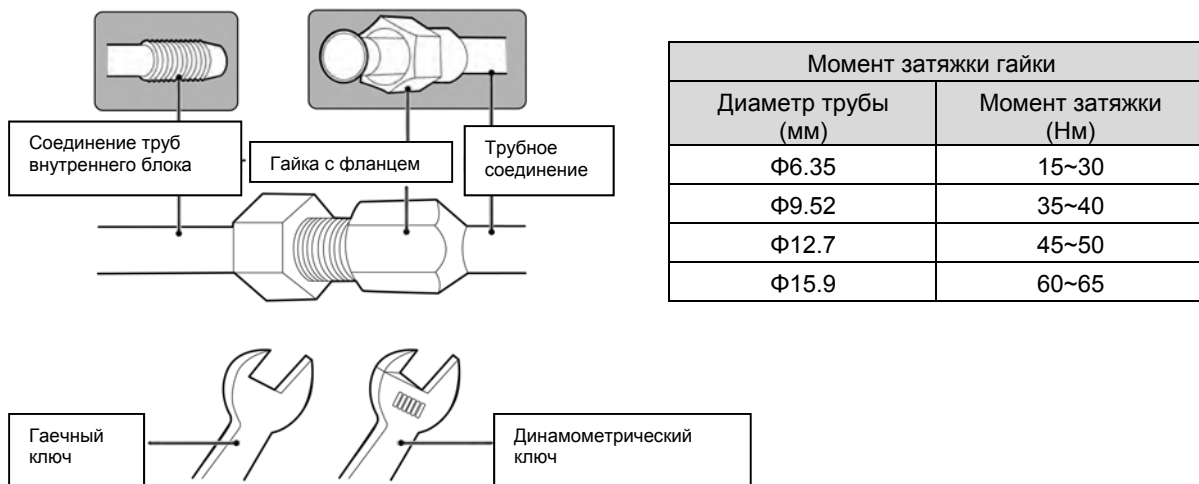

Рис.4.2
- (1) Направьте развальцовку медной трубы в центр резьбового соединения, затем затяните развальцовочную гайку рукой, как показано на Рис.4.2.
- (2) С помощью динамометрического ключа затягивайте развальцовочную гайку до тех пор, пока гаечный ключ не издаст щелчок.